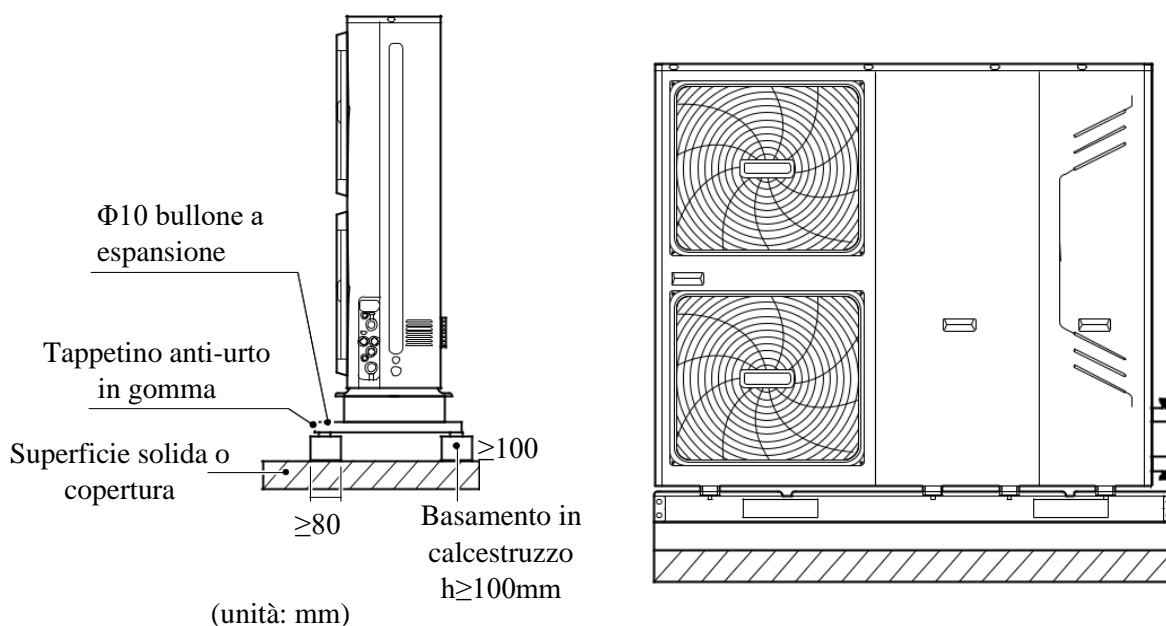

Figura 2 – fissaggio unità*
- Fissare saldamente l’apparecchio con i bulloni di fondazione secondo il disegno di fondazione riportato in Figura 2. Preparare quattro serie di tasselli a espansione Ø10mm, dadi e rondelle facilmente reperibili sul mercato.